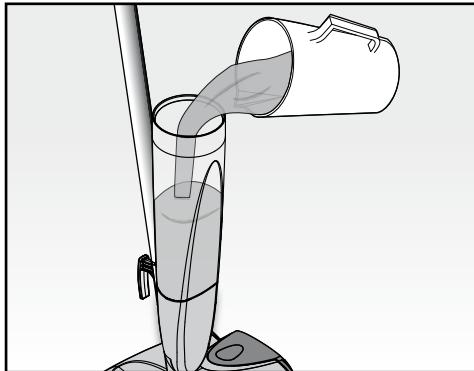

Fig. 5
- Riempire con acqua il serbatoio (M) (Fig. 5) e richiuderlo perfettamente con l'apposito tappo (L).